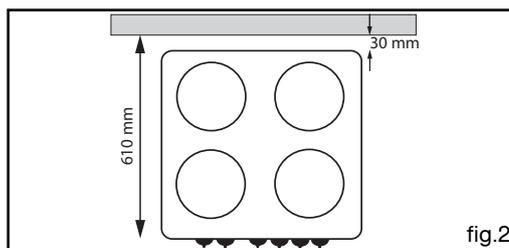

fig.2
- Cote de profondeur d'encastrement entre le mur à l'arrière et l'avant de l'appareil : 610 mm (voir fig. 2, vue de dessus).